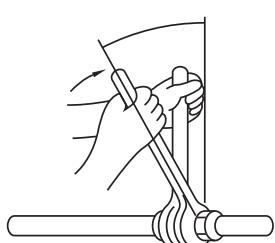

Fig. 4-8
- Απλώστε ένα λεπτό στρώμα ψυκτικού λιπαντικού στην επιφάνεια έδρασης του αγωγού. (Fig. 4-8)